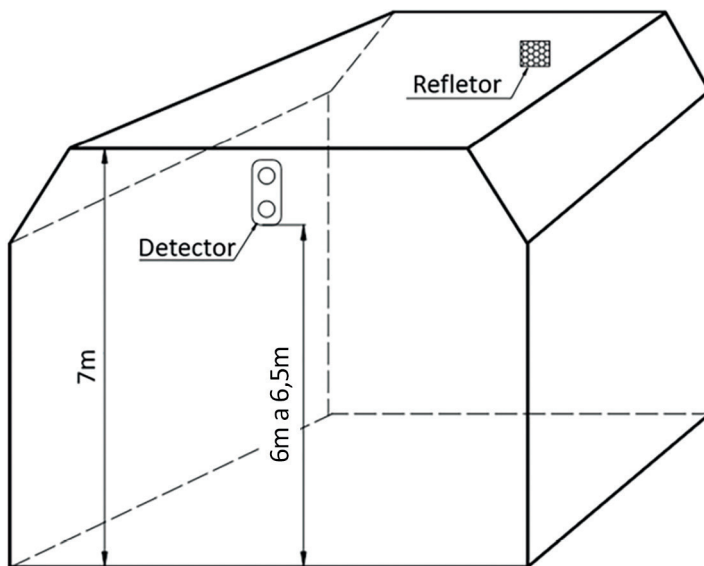

Fig. 05
b) Quando a altura do espaço estiver entre 5 e 8 metros, o conjunto deve ser instalado de 0,5 a 1m de distância em relação ao teto. (Exemplo abaixo – Fig. 05)